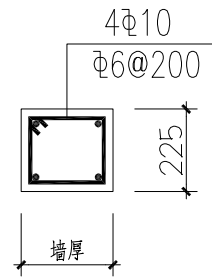

图4b 水平系梁、压顶圈梁配筋大样
15.7.2 水平系梁截面尺寸为墙厚 $\times$ 180mm,配筋详图4b。